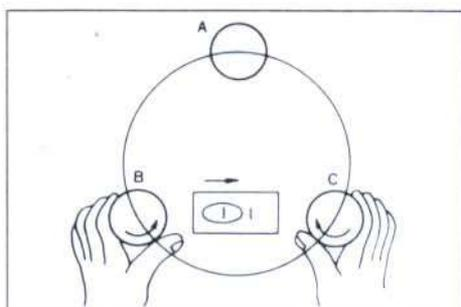

图 .6-1
1. 松开水平制动螺丝，旋转照准部使管状气泡与任意两个基座螺旋的连线平行。（图 6-1 中的 B 与 C）